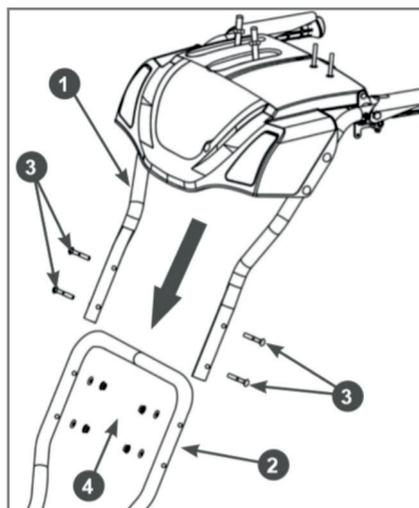

Рис. 2 Установка рукояток
4. Совместите отверстия в стойке 2 и рукоятках 1, вставьте в отверстия болты 3 и закрутите гайки 4 (Рис. 2).